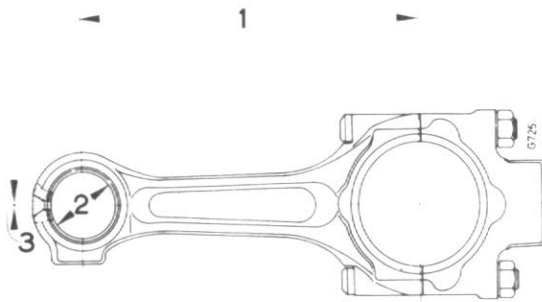
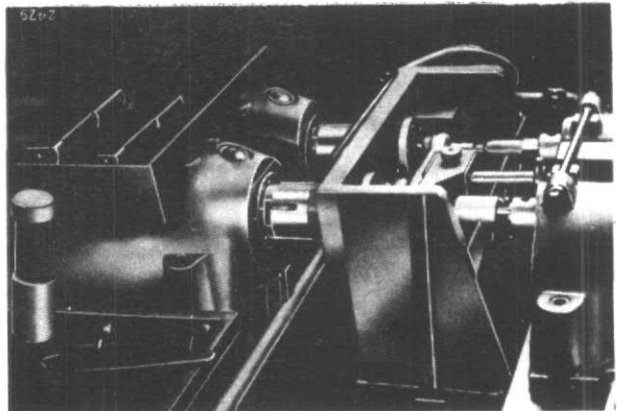

Figure 125
Figure 134
3. Percez le trou de graissage. Voir (3) fig. 125.
5. Respectez strictement les dimensions (1) et (2) fig. 125, lorsque vous alésez avec précision le coussinet, fig. 134 pour assurer un jeu correct de la tête de piston.